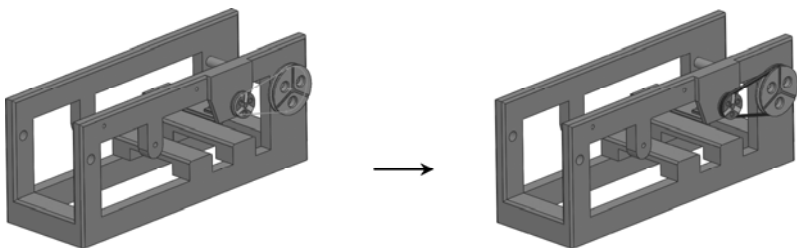

图 8-36 创建“皮带”实体
STEP 2 编辑“皮带/链”特征包含的实体特征, 选择一面(或创建基准面)绘制带轮的横截面, 然后使用扫描特征创建带轮实体, 如图 8-36 所示。